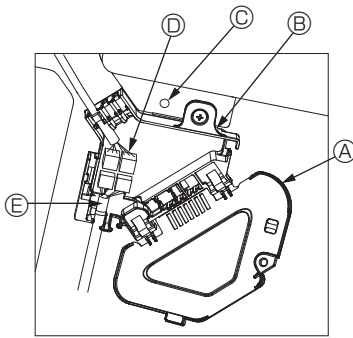

Fig. 10-8
- Підключіть роз'єм з'єднувального проводу двигуна заслінок та роз'єм проводу двигуна заслінок панелі в з'єднувальній коробці. (Fig. 10-8)